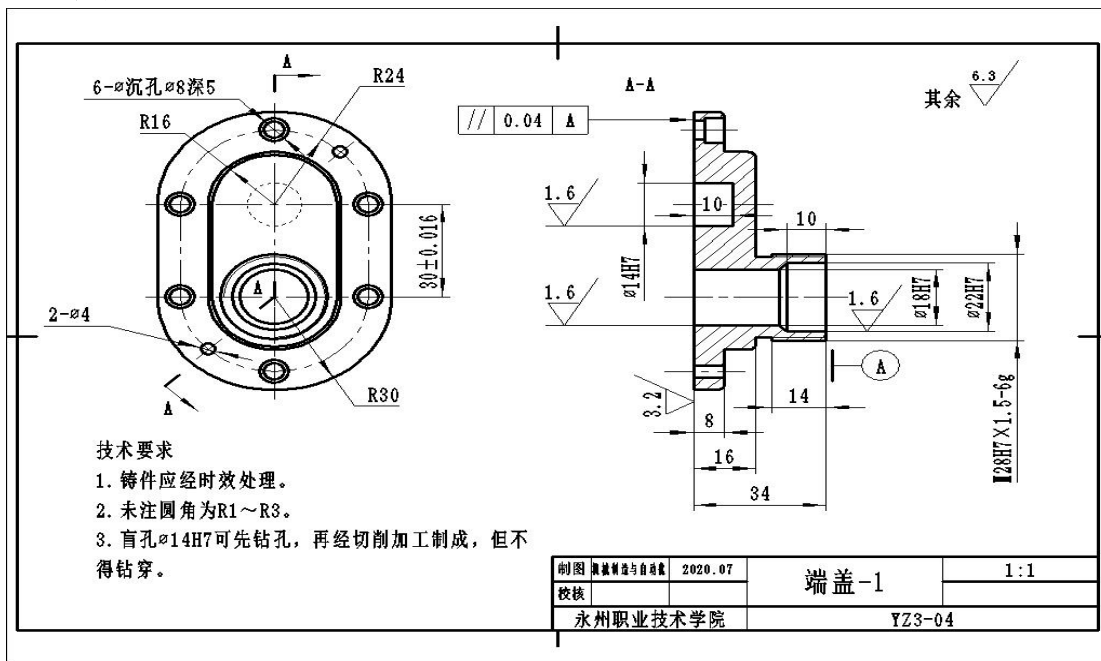

图 3-4 端盖-1 零件图
**任务 1:** 识读端盖-1 零件图 (如图 3-4 所示), 根据零件图要求, 利用三维设计软件正确绘制草图, 选择合适的特征建模方法完成零件三维造型;